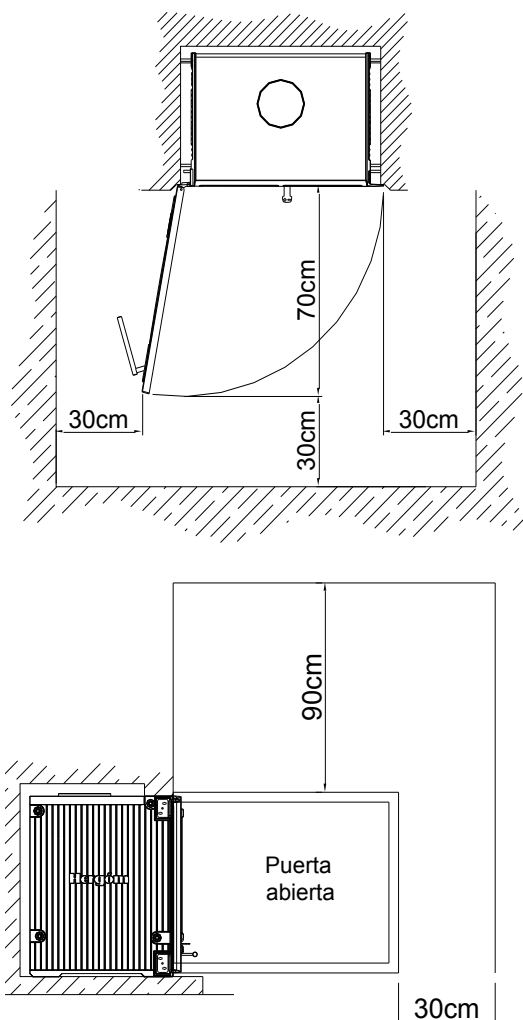

FIG. 9
- Mantenga alejado cualquier material combustible (muebles, cortinas, ropas, etc.), a una distancia mínima de seguridad de 0,90m. (Fig. 9)